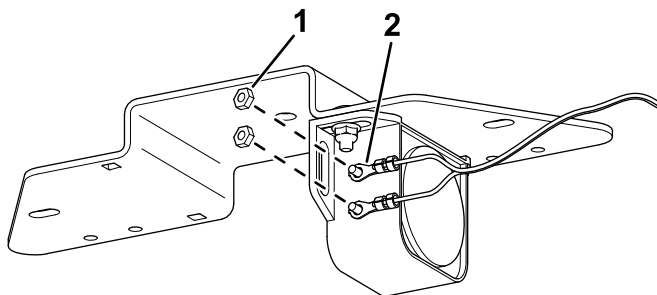

Figur 1
1. Använd bultarna och muttrarna för att fästa signalenheten på monteringsfästet (Figur 1).